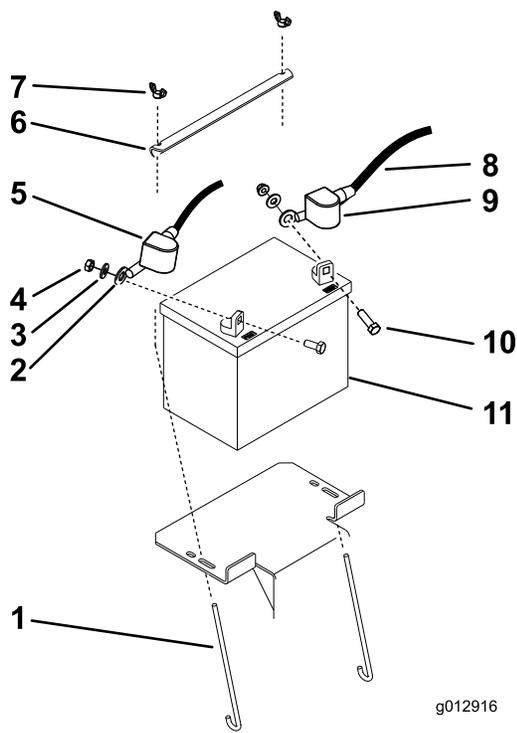

Figure 38
3. Enlevez le capuchon en caoutchouc noir qui protège le câble négatif et débranchez le câble négatif de la batterie de la borne négative (-) (Figure 38).
4. Enlevez le capuchon rouge de la borne positive (rouge) de la batterie et débranchez le câble positif (rouge) (Figure 38).
5. Déposez la plaque de maintien de la batterie (Figure 38) et enlevez la batterie.
1. Placez la batterie sur la machine (Figure 38).
3. Reliez le câble positif (rouge) à la borne positive (+) de la batterie au moyen d'un écrou, d'une rondelle et d'un boulon (Figure 38).
5. Reliez ensuite le câble négatif et le câble de masse à la borne négative (-) de la batterie au moyen d'un écrou, d'une rondelle et d'un boulon (Figure 38).